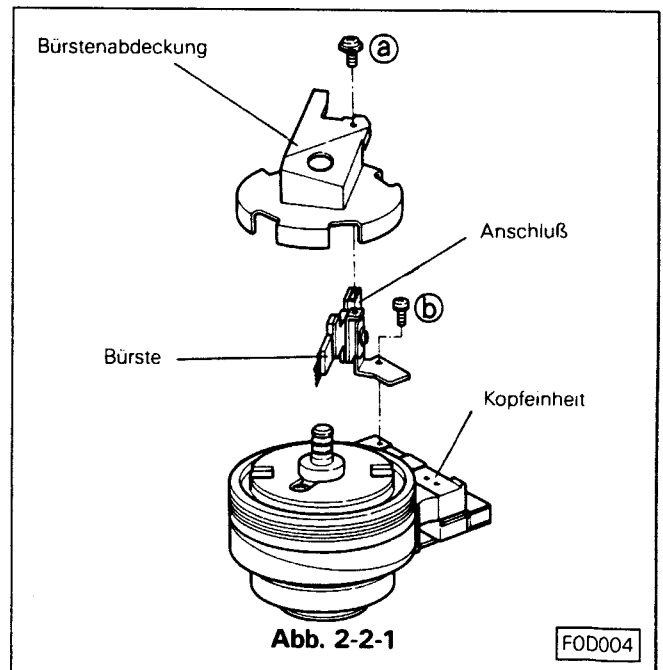

Abb. 2-2-1
#### 2-2-1 Ausbau (siehe Abb. 2-2-1)
- Die Schraube ① von der Bürstenabdeckung entfernen und die Bürstenabdeckung abziehen.
- Anschluß abziehen, siehe Abb. 2-2-1.
- Die Befestigungsschraube ② der Bürste lösen und die Bürste entfernen.
## 2-2-2 Einbau, (siehe Abb. 2-2-1)